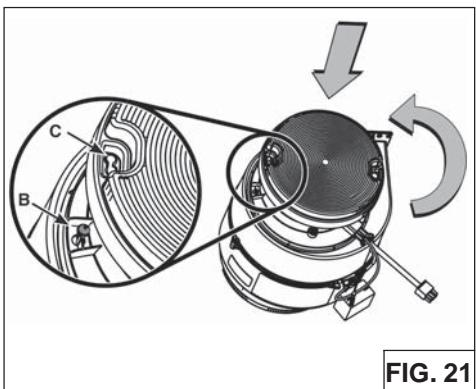

FIG. 21
3. Posicione cada filtro sobre su soporte, inserte ambos pernos (B) en su espacio redondo (C) sobre el lado del filtro y rote para asegurar (Fig. 21).